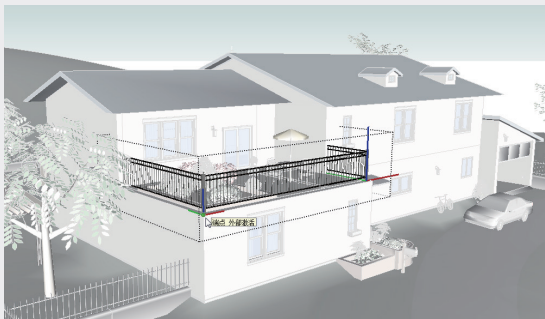

图3-89
- 01 选中“轴”工具，待鼠标指针变成状时，移动鼠标指针至新坐标系的原点处，如图3-89所示。